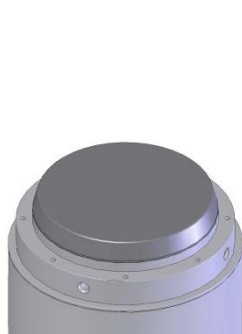

Figura 1
1. Limpe e desengordure a tampa, o suporte de cerâmica, o anel de retenção de cerâmica (C) e o disco de cerâmica (A).
2. Lubrifique ligeiramente o O-ring (D) e coloque na ranhura no topo do suporte de cerâmica.
3. Apoie o disco de cerâmica (A) centralmente no O-ring (Figura 1).
4. Coloque o anel de retenção (C) sobre o disco de cerâmica (A). Aplique uma pequena quantidade de travamento de rosca de baixa resistência (por exemplo, Loctite 222) em 8 parafusos (E).